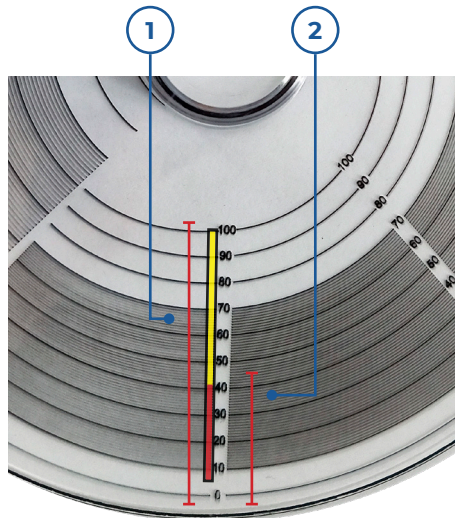

Figura 6
9. Para realizar las mediciones correspondientes, busque en el medidor el tamaño de la escala 0 a 100 que mejor se ajuste al volumen sanguíneo de su capilar. El extremo sellado debe colocarse hacia el 0 en la escala, mientras que el extremo con plasma debe orientarse hacia el 100 (Figura 6). Observe en la escala el valor aproximado donde termina la fase roja, es decir, el concentrado de glóbulos rojos.
10. Proceda a calcular el porcentaje de glóbulos rojos en sus muestras sanguíneas haciendo uso de la escala 0 a 100 (Figura 6).